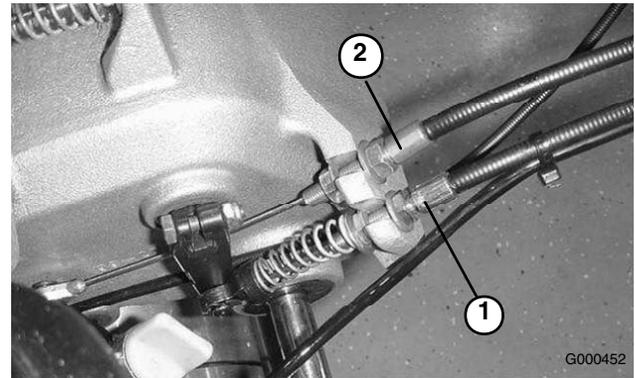

Bild 29
2. Wenn Sie die Zugspannung erhöhen möchten, lösen Sie die Klemmmutter des vorderen Zugs und ziehen Sie die Klemmmutter des hinteren Zugs an (Bild 29), bis eine Kraft von 27 bis 40 N benötigt wird, um die Bremse zu aktivieren. Die Kraft sollte am Einstellhandrad gemessen werden. Stellen Sie die Bremse nicht zu fest ein, da das Bremsband sonst schleifen könnte.